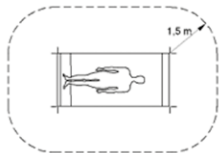

Fig. 2
- ⚠ Substitua as pilhas fora do ambiente do paciente (a pelo menos 1,5 metros do paciente ou do apoio do paciente, de acordo com a norma CEI 60601-1, ver Fig. 2).